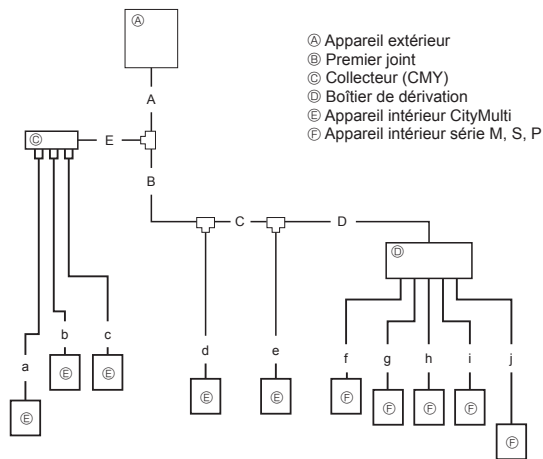

Fig. 4-7
4.3.3. Système mixte (appareils intérieurs City Multi et appareils intérieurs série M, S, P via boîtier de dérivation) (Fig. 4-7)